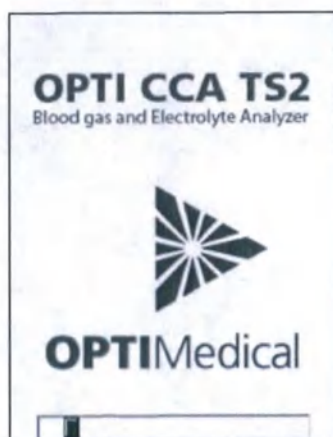

Рис.2-4 Стартовый экран
- Это первое изображение, которое появится, когда Вы включите прибор. (Рис.2-4).